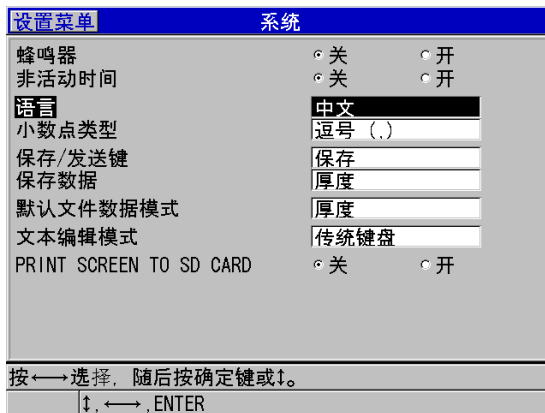

图 4-1 选择用户界面语言
3. 在**系统**屏幕中（参见第 52 页的图 4-1）：